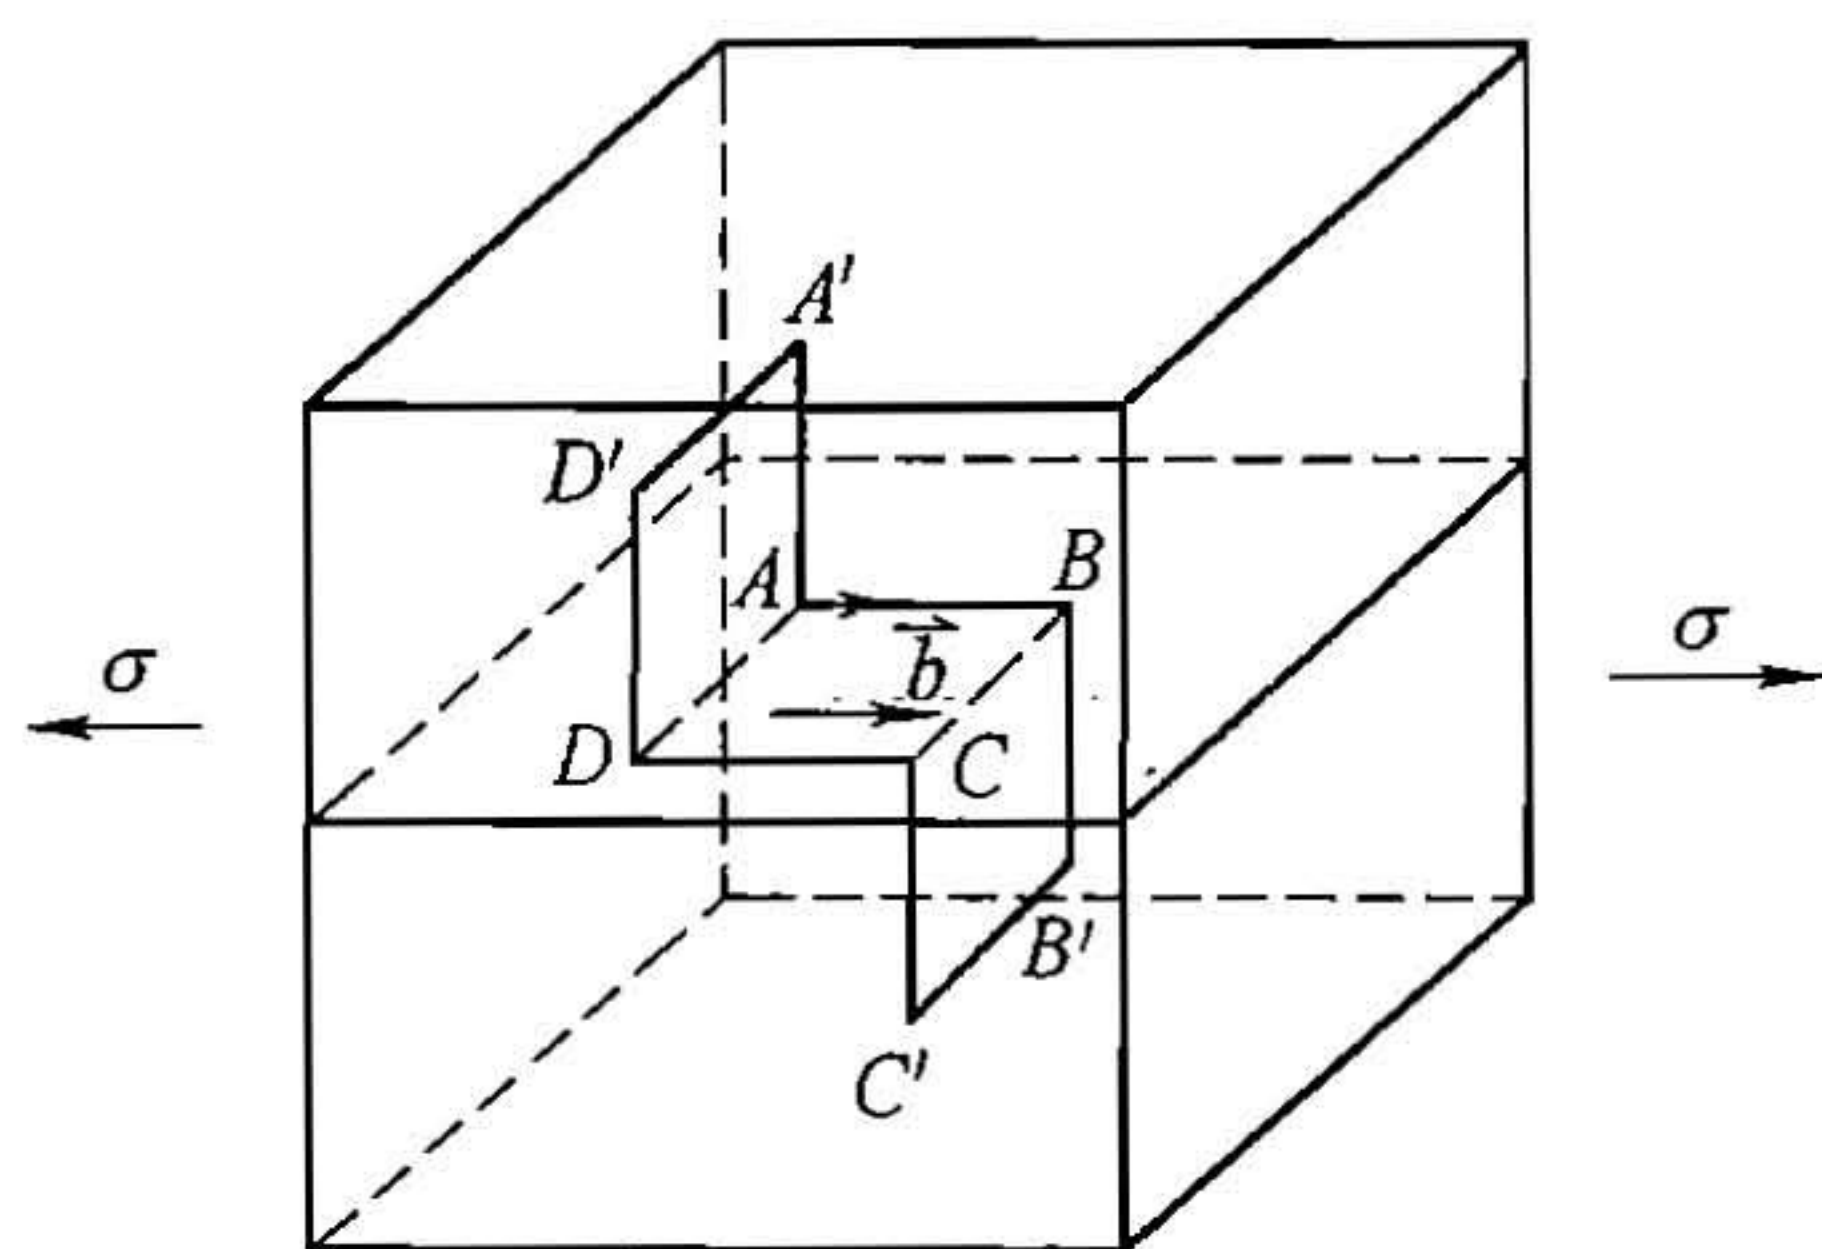

图 26-6 第三题第 2 小题解答图
(3) 在足够大的拉应力  $\sigma$  作用下， $BC$  段位错将向下运动， $DA$  段位错向上运动；由于螺位错不能攀移，因此  $AB$ 、 $CD$  两段位错不发生运动。如图 26-6 所示。